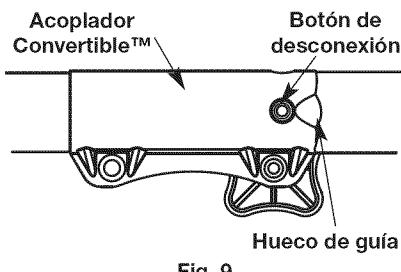

Fig. 9
NOTA: Alinear el botón de liberar con la muesca de guía (Fig. 9) facilitará la instalación.
2. Coloque el control de encendido y apagado en posición de APAGADO (O) (Fig. 9).
- Oppima y sostenga el botón de desconexión (Fig. 9).
NOTA: La alineación del botón de desconexión con el hueco de guía facilitará la instalación (Fig. 9).